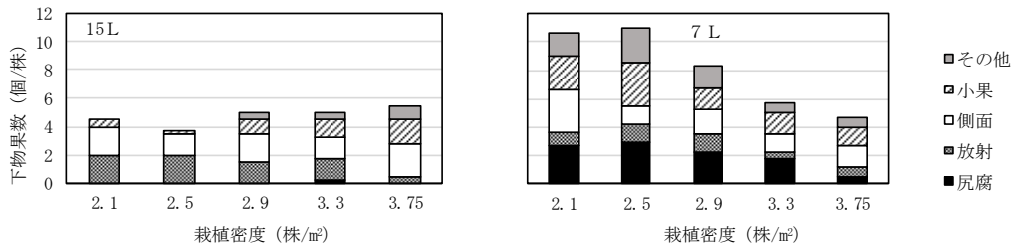

図3 栽植密度が株あたり下物果数に及ぼす影響
4. 株あたり下物果数は、15 L区では栽植密度を高くすると増加し、7 L区では逆に減少した(図3)。下物果の内訳をみると、15 L区では側面裂果や放射状裂果が多く、7 L区では尻腐れ果が多かった。